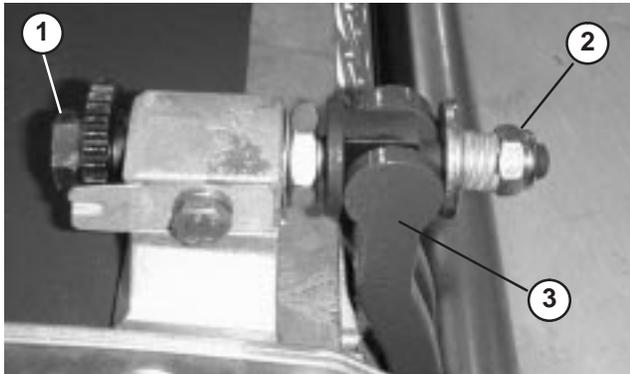

Figure 17
1. Tournez la vis de réglage de la barre d'appui dans le sens anti-horaire pour éloigner la contre-lame du cylindre (Fig. 17).
2. Faites sortir l'écrou de tension du ressort jusqu'à ce que la rondelle ne soit plus tendue contre la barre d'appui (Fig. 17).